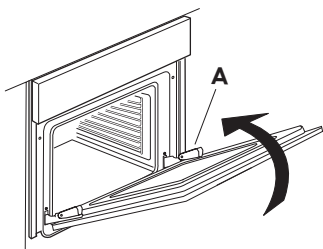

fig. 2
4. Feche a porta o mais possível (A), levante-a (B) e rode-a (C) até ficar solta (D) (fig. 2, 3, 4).